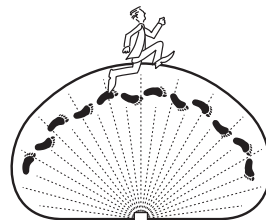

Figura 8
3. Camine por el área de cobertura y note dónde está usted cuando la luz se enciendan. Además, el indicador LED detrás de la lente del detector de movimiento se iluminará en azul cuando se detecte movimiento (vea la Figura 8). *Nota:* El LED azul se apagará 30 segundos después de que se haya detenido todo movimiento.